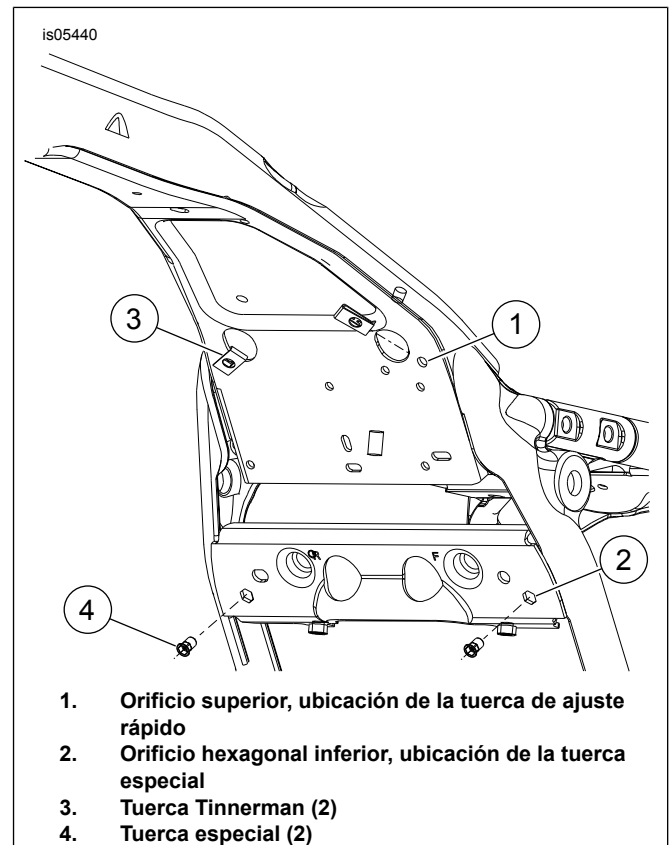

Figura 1. Ubicaciones del sujetador
2. Figura 1 Coloque la tuerca de ajuste rápido (3) a través del orificio grande con el lado plano hacia abajo.
3. Figura 1 Coloque las tuercas especiales (4) en orificio hexagonal inferior (2).